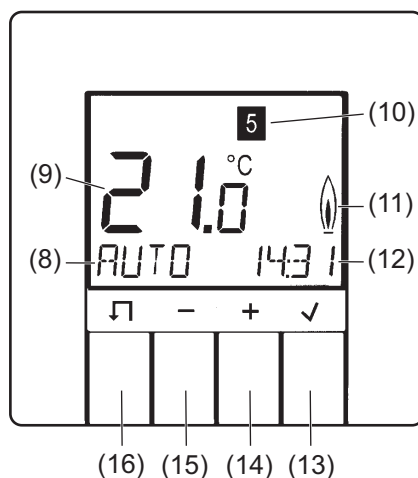

Bild 2: Display mit Grundanzeige
Die Bedienung des Temperaturreglers erfolgt mit den vier Tasten unter dem Display (Bild 2, Pos. (13) bis (16)). Im Menü können Betriebsarten aktiviert, Programme angepasst sowie Einstellungen vorgenommen werden. Erfolgt länger als 3 Minuten keine Betätigung einer Taste, kehrt das Gerät automatisch in die vorherige Funktion und in die Grundanzeige (Bild 2) zurück. Werkseitig sind Programm 1 und die Betriebsart AUTO ausgewählt, siehe „Vorgegebene Programme“ und „Betriebsarten und Einstellmenüs (Übersicht 1)“.